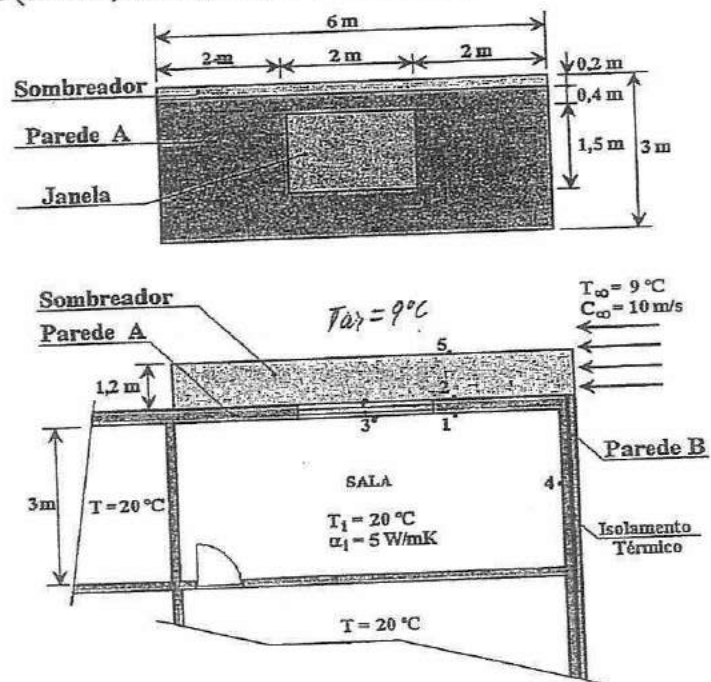

Figura 1
1. As paredes exteriores (A e B) representadas na figura 1, separam o ambiente no interior de uma sala ($T_i = 20^\circ\text{C}$, $\alpha_i = 5 \text{ W/m}^2\text{K}$) do exterior, onde o ar se desloca paralelamente à parede A, com uma velocidade de 36 km/h e com uma temperatura de 9°C . As restantes paredes, o pavimento e o tecto, separam a sala de outros espaços interiores cujas temperaturas são de 20°C .
A parede A tem uma espessura de 20 cm ($\lambda_A = 1,1 \text{ W/mK}$) e a espessura do vidro da janela é de 8 mm ($\lambda_V = 0,8 \text{ W/mK}$). Sobre a janela está colocado um sombreador metálico ($\lambda_S = 200 \text{ W/mK}$) na posição e com as dimensões (6 m x 1,2 m x 0,2 m) indicadas na figura 1.